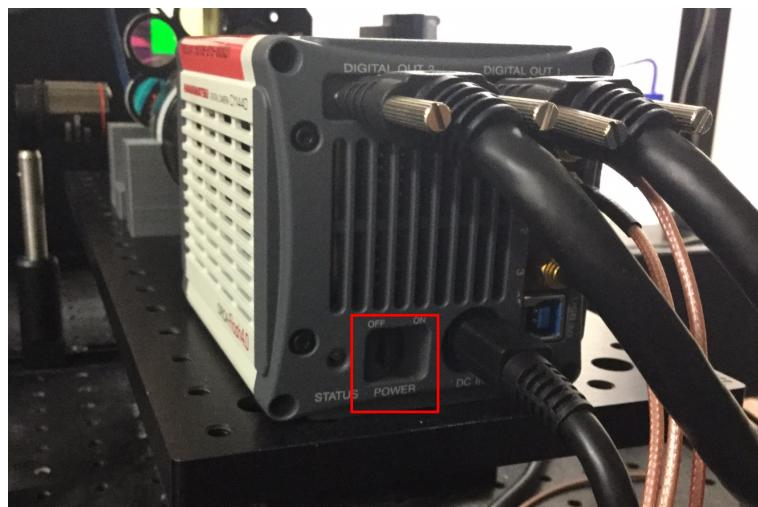

Figure 11 – Interrupteur de la caméra
1. Allumer la caméra : mettre l'interrupteur *Power* de *Off* à *On* (voir figure 11).